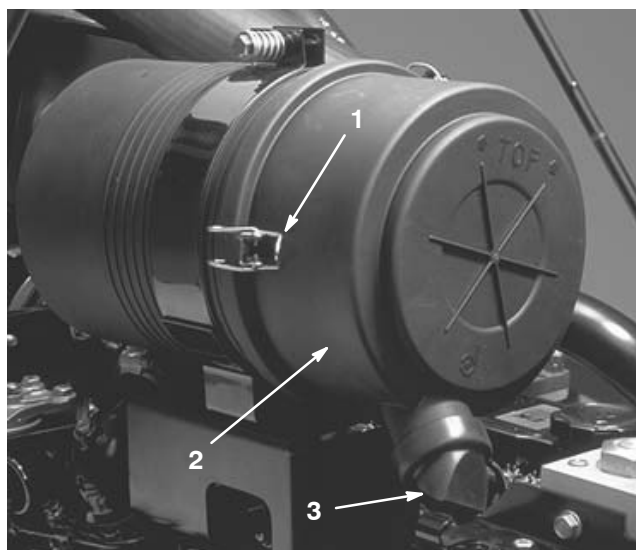

Figure 46
1. Desserrez les verrous de fixation du couvercle sur le corps du filtre à air (Fig. 46).
2. Déposez le couvercle du filtre à air (Fig. 46). Avant de déposer le filtre, éliminez les gros dépôts entre l'extérieur du filtre et la cartouche à l'air comprimé basse pression (276 kPa ou 40 psi) propre et sec. N'utilisez pas d'air comprimé haute pression car vous pourriez forcer les saletés à travers le filtre et dans la voie d'admission. Cette procédure de nettoyage évite que des débris aboutissent dans l'admission après le retrait du filtre.
4. Nettoyez l'orifice d'éjection de saleté du couvercle amovible. Retirez la valve de sortie en caoutchouc (Fig. 46) du couvercle, nettoyez la cavité et remettez la valve en place.